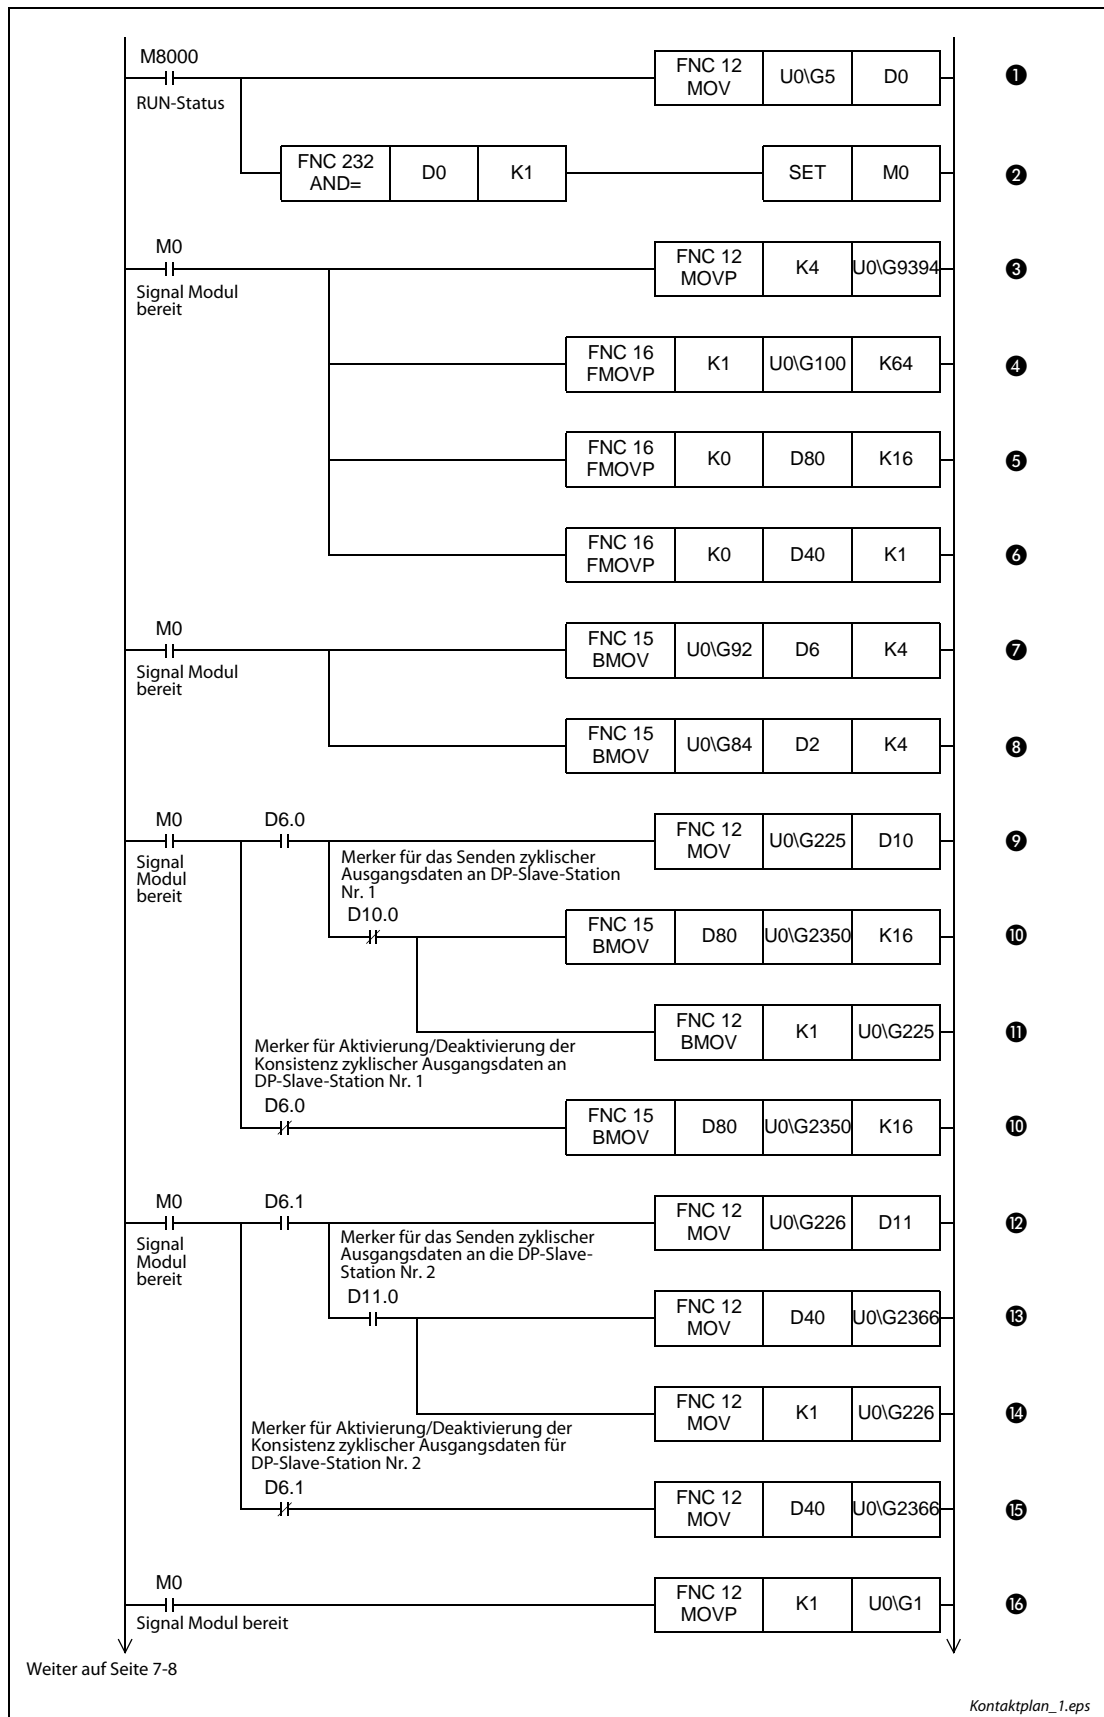

Abb. 7-8: Kontaktplan des Beispielprogramms mit dem GX Developer (1)
⑥	Die ersten Ausgangsdaten für DP-Slave-Station Nr. 2 werden geschrieben (D40)
⑦	Die Merker für Aktivierung/Deaktivierung der Konsistenz zyklischer Ausgangsdaten werden aus BFM #92-#95 gelesen.
⑧	Die Merker für Aktivierung/Deaktivierung der Konsistenz zyklischer Eingangsdaten werden aus BFM #84-#87 gelesen.
⑨	Der Merker für das Senden zyklischer Ausgangsdaten wird aus BFM #225 gelesen.
⑩	Die Ausgangsdaten für die DP-Slave-Station Nr. 1 (D80-D95) werden in BFM #2350-#2365 geschrieben.
⑪	Der Merker für das Senden zyklischer Ausgangsdaten an DP-Slave-Station Nr. 1 wird aktiviert (EIN).
⑫	Der Merker für das Senden zyklischer Ausgangsdaten wird aus BFM #226 gelesen.
⑬	Die Ausgangsdaten für die DP-Slave-Station Nr. 2 (D40) werden in BFM #2366 geschrieben.
⑭	Der Merker für das Senden zyklischer Ausgangsdaten an DP-Slave-Station Nr. 2 wird aktiviert (EIN).
⑮	Der Merker für die Anforderung zum Start des Datenaustausches wird aktiviert (EIN).
Tab. 7-1: Beschreibung des Kontaktplans in Abb. 7-8 (1)